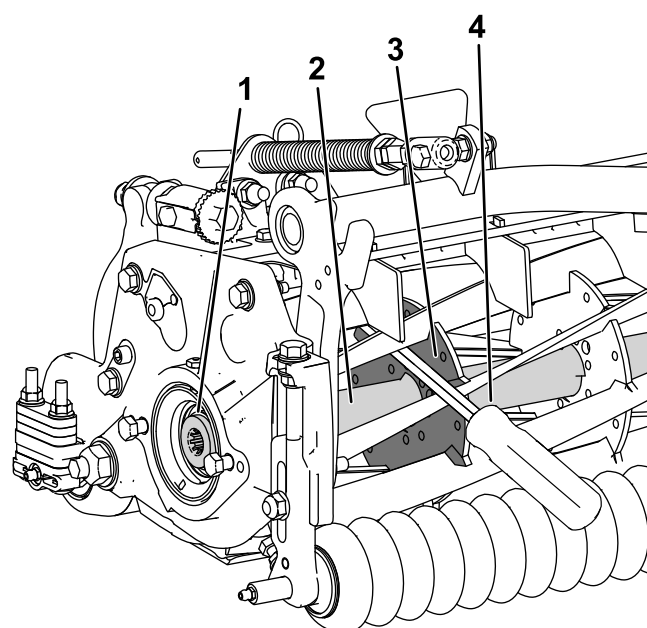

**Figure 30**
1. Desserrez le boulon du déflecteur sur le côté gauche de l'unité de coupe et levez le déflecteur arrière (Figure 30).
2. Insérez un levier à long manche (3/8 x 12 po avec manche de tournevis) à l'arrière du cylindre de coupe, du côté le plus proche de l'unité de coupe que vous allez serrer (Figure 30).
3. Placez le levier contre le côté soudé de la plaque de support du cylindre (Figure 30).